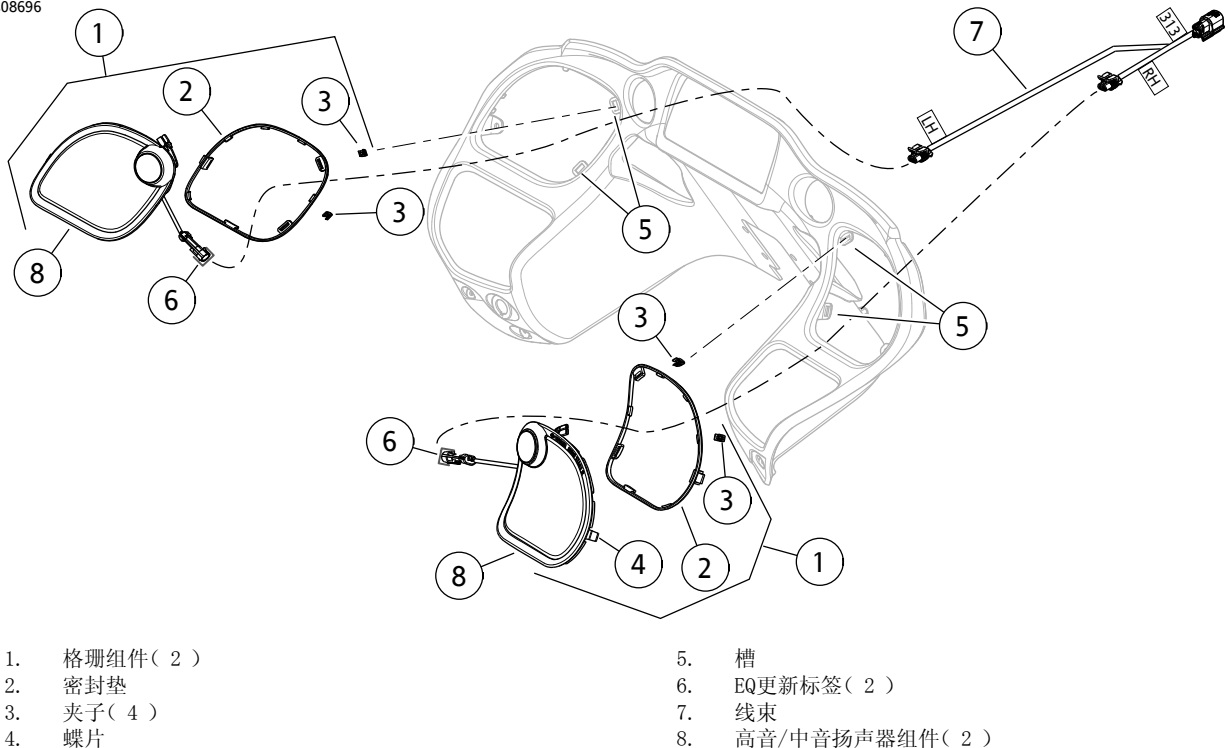

图2。高音/中音扬声器与格栅
5. 参见图2。安装格栅组件(1)：
7. 参见图2。所有车型：在内侧挡风板内侧定位线束（7）。